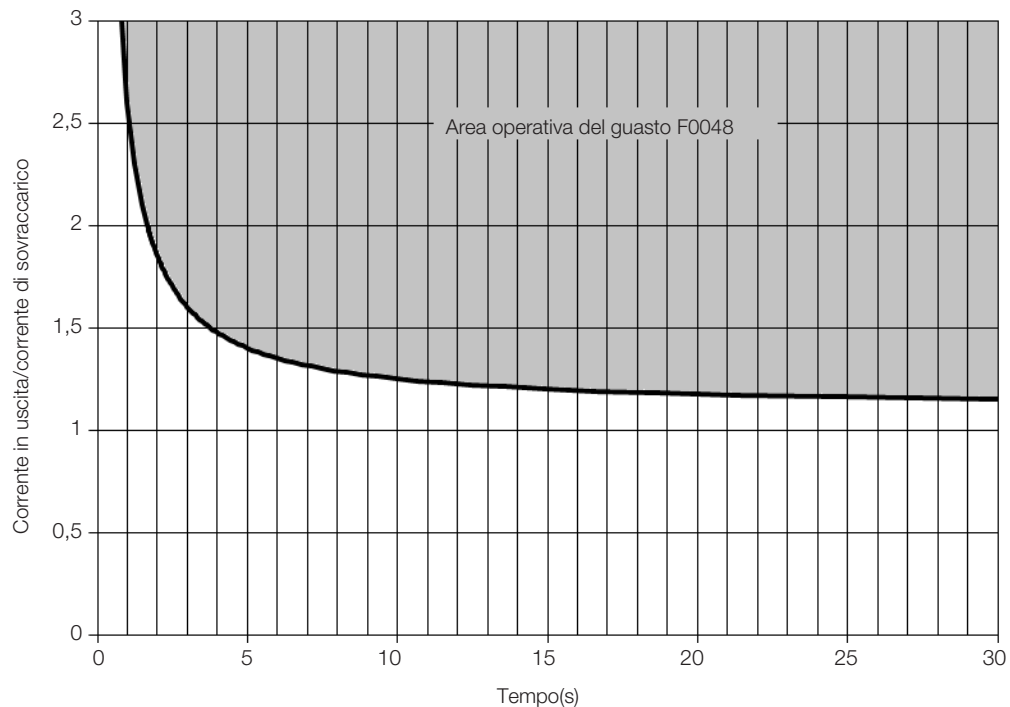

Figura 18.3: Azionamento del sovraccarico degli IGBT (Normal Duty - ND)
In servizio normale (ND), il guasto F0048 si verifica per circa 4 secondi per il 150 % del sovraccarico, come mostrato nella Figura 18.3 a pagina 18-5. Analogamente, il guasto non si verificherà per valori di corrente inferiori al 110 % del carico nominale dell'inverter.